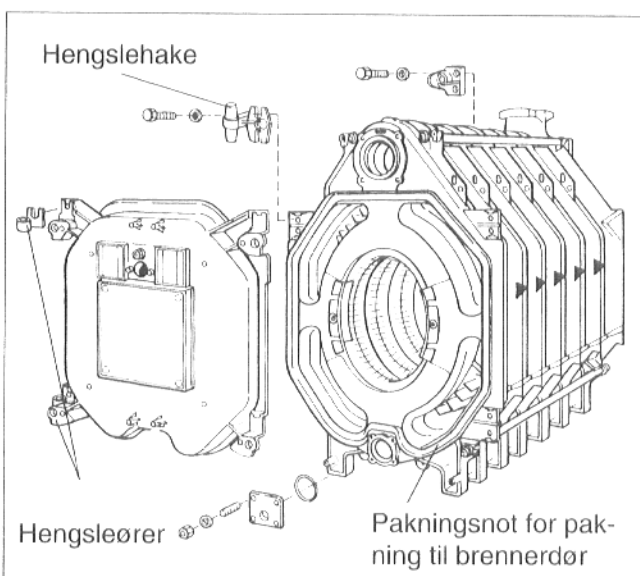

Fig. 22
- Noen dråper lim (mat.nr. 422841) påføres i pakningsnoten på frontelementet med 15 - 20 cm avstand, både i pakningnoten rundt brennkammer og ytre pakningsnot rundt frontelementet (Fig. 22).
- GP - pakningsssnor legges inn i pakningsnoten på frontelementet (Fig. 22).
- Hengsløkaken monteres som vist på fig. 22 (høyrehengslet) på frontelementet med 2 maskinskruer (M 12 x 55). Ved venstrehengsling monteres de på venstre side.